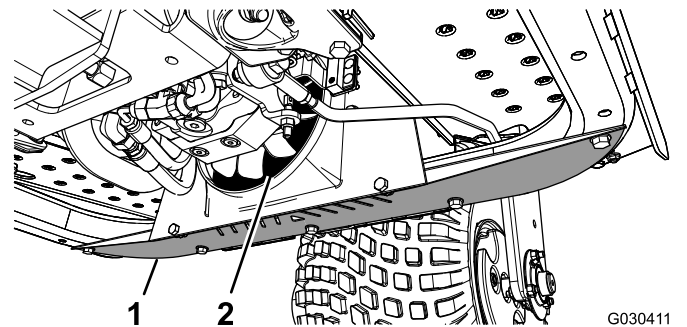

Figura 50
1. Retire el protector inferior (Figura 50).
2. Limpie con una lanza de aire comprimido insertada entre las aspas del ventilador (Figura 50) para expulsar el material por donde entró.